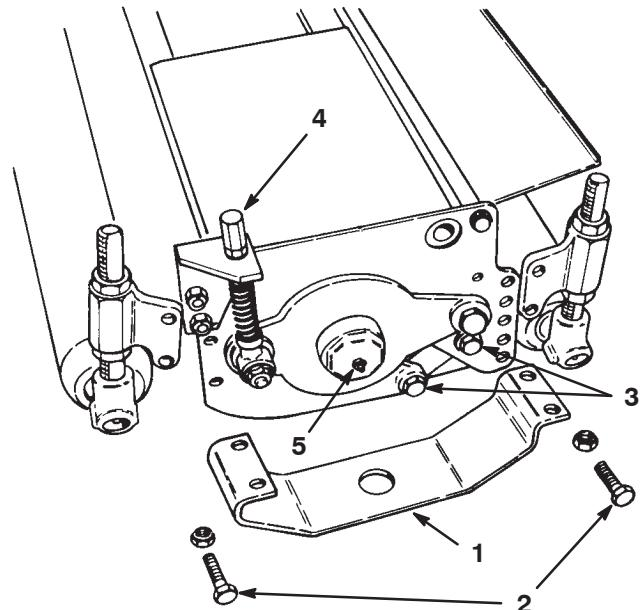

Bild 28
1. Nehmen Sie die Schutzvorrichtung an jeder Seite des Mähwerks und an der vorderen und hinteren Rolle ab (Bild 28).
11. Nehmen Sie zum Entfernen des Lagers und der Dichtung vom Lagergehäuse den Staubdeckel ab (Bild 28) und drücken Sie das Lager und die Dichtung aus dem Gehäuse heraus.